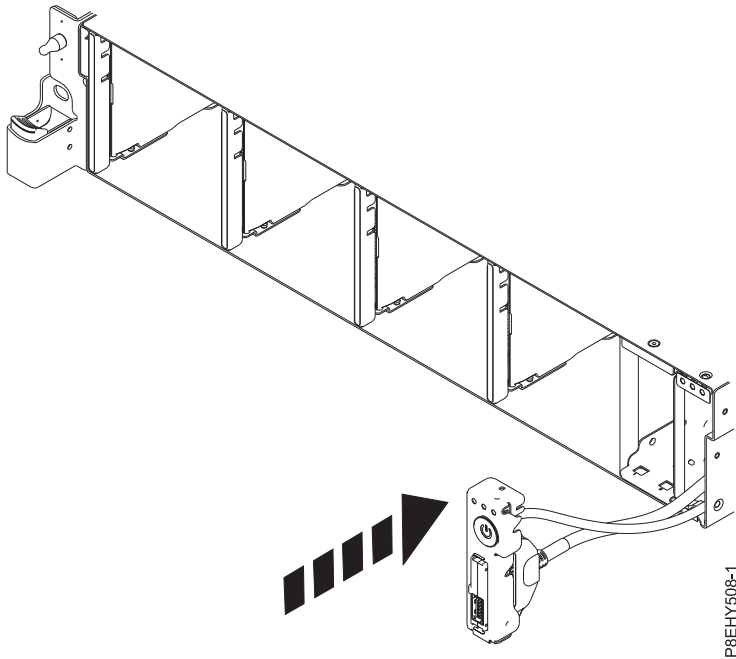

Figure 71. Remise en place du câble USB avant dans le fond de panier système
4. Insérez le câble USB avant et l'ensemble interrupteur d'alimentation et cordon dans le système. Prenez soin d'acheminer les câbles jusqu'au fond de panier système. Voir figure 71, à la page 60.